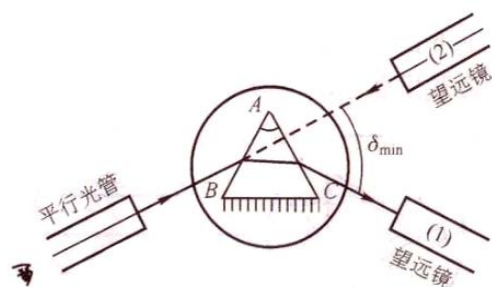

图 9 测最小偏向角方法
2.旋松望远镜制动螺丝和游标盘制动螺丝，把载物台及望远镜转至如图 9 中所示的位置（1）处。注意，三棱镜的其中一个光学表面 AC 与平行光管垂直，平行光管出来的光斜入射至光学表面 AB 上，三棱镜的顶角位于载物台中心。左右微微转动望远镜，找出棱镜出射的各颜色的水银灯光谱线（各种波长的狭缝像）。
4.取下三棱镜，载物台保持不动，转动望远镜对准平行光管（如图 9 所示位置 2），使分划板中心竖线与狭缝像重合，再记下游标 1、游标 2 的读数 $\theta_3$ 、 $\theta_4$ ，此时绿谱线的最小偏向角为 $\delta_{\min} = \frac{1}{2}(|\theta_3 - \theta_1| + |\theta_4 - \theta_2|)$